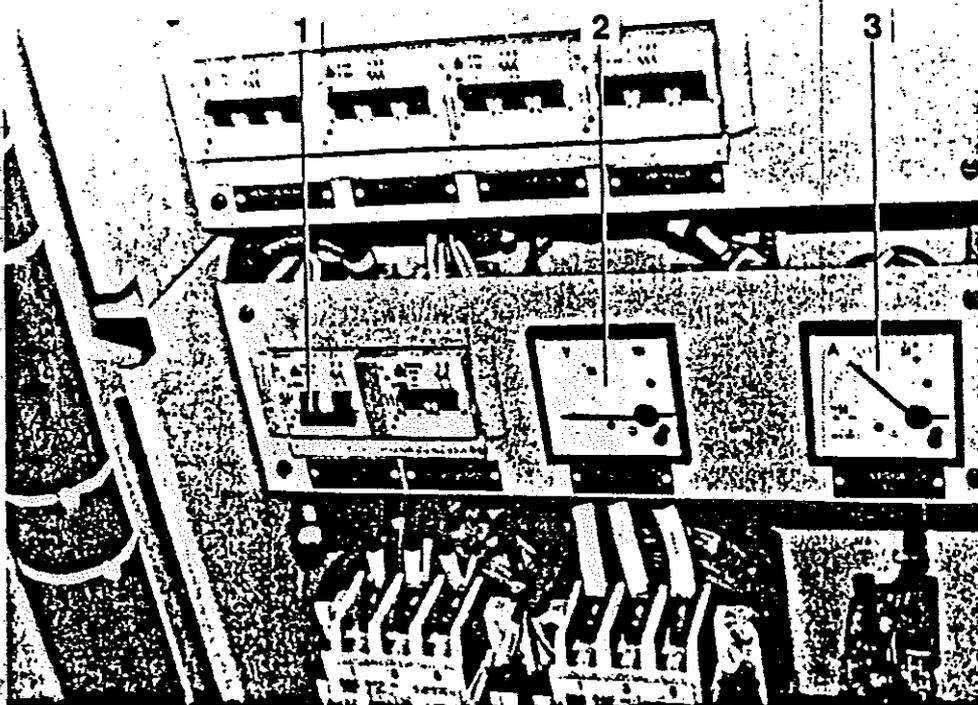

Figura 10 Aparatos de control de la batería en el armario de aparatos AU1
- Conectar el magnetotérmico de batería (Figura 10/1) en el armario de aparatos AU1.
ADVERTENCIA: En el caso de que el voltímetro (Figura 10/2) senale menos de 50 V, deberá conectarse la batería a un cargador externo o substituirse antes de proceder a otros trabajos.